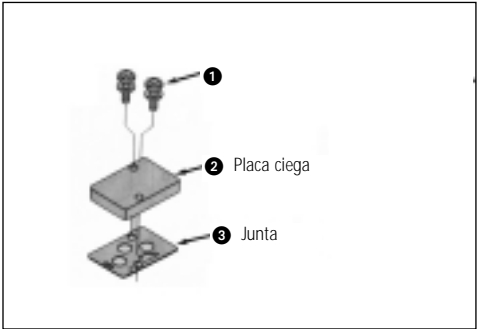

Figura 11
Instalación de la placa ciega (Figura 11)
- 2 Coloque la junta 3 de la placa ciega 3 (Figura 11).
- 3 Instale la placa ciega 2 (Figura 11).
- 4 Coloque los tornillos 1 (Figura 11) de sujeción de la placa ciega.